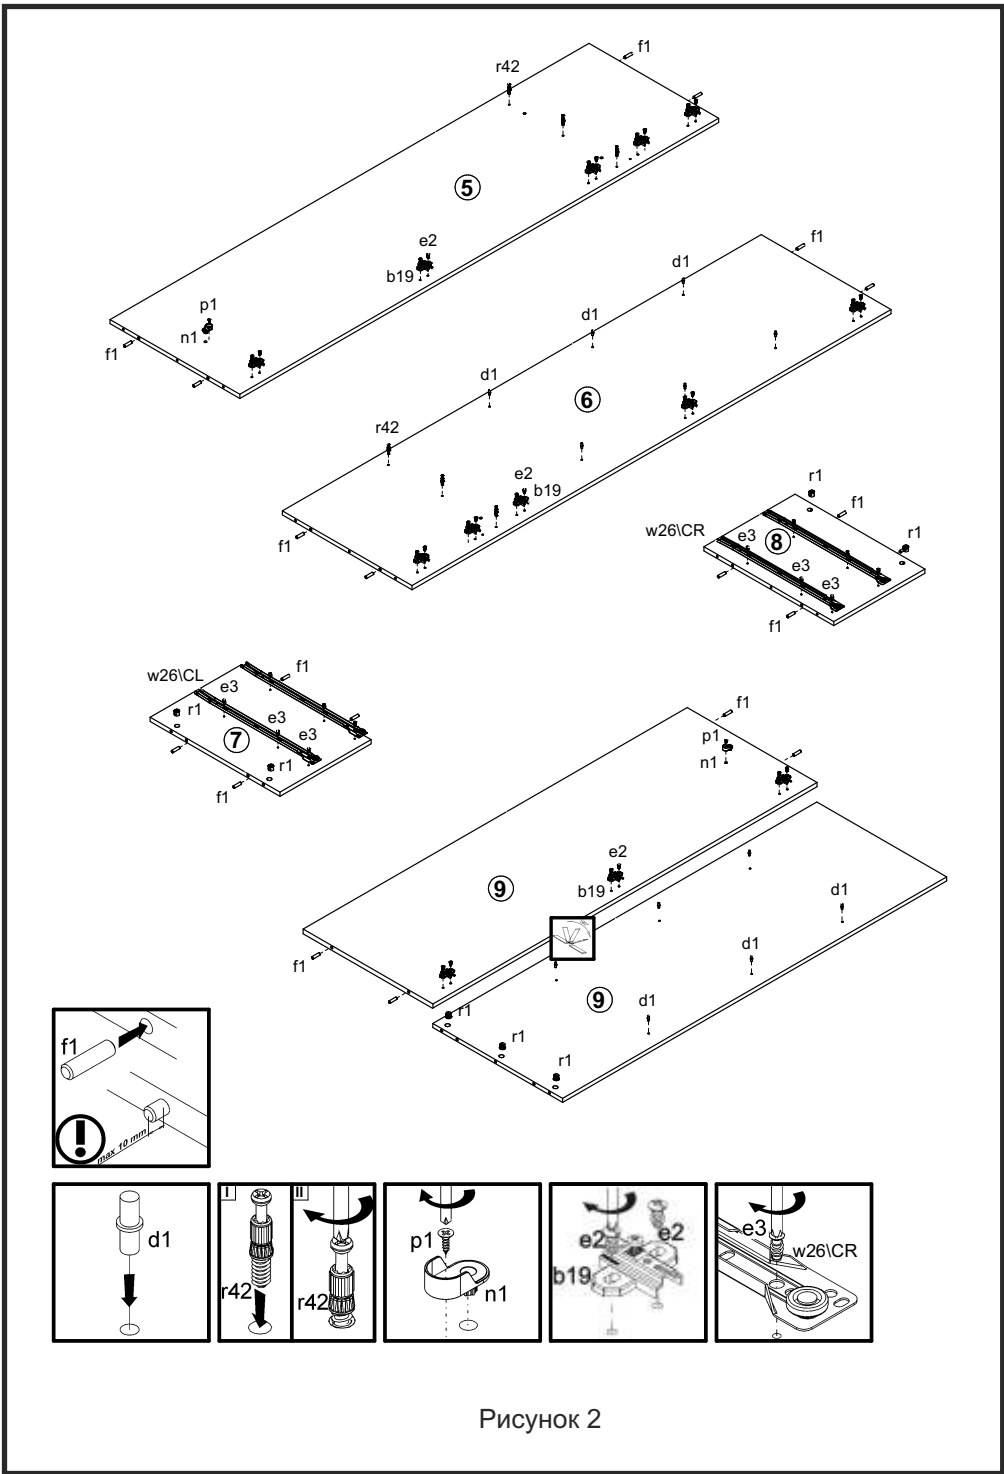

Рисунок 2
5. В отверстия Ø8 мм на внутренней поверхности стенки боковой левой 5 и на левой поверхности стенки средней 9 вставить штангодержатели n1 и закрепить их шурупами p1 (см. рис. 2).
6. В отверстия Ø5 мм на внутренних поверхностях стенок 5, 6, 9 прикрутить еврошурупами e2 ответные планки петель b19 (см. рис. 2).
7. В отверстия Ø4 мм на внутренних поверхностях стенок 7, 8 прикрутить еврошурупами e3 металлические направляющие w26\CR, w26\CL (см. рис. 2).
8. В отверстия Ø5 мм на внутренних поверхностях стенки боковой 6, стенки средней 9 вбить полкодержатели d1 (см. рис. 2).